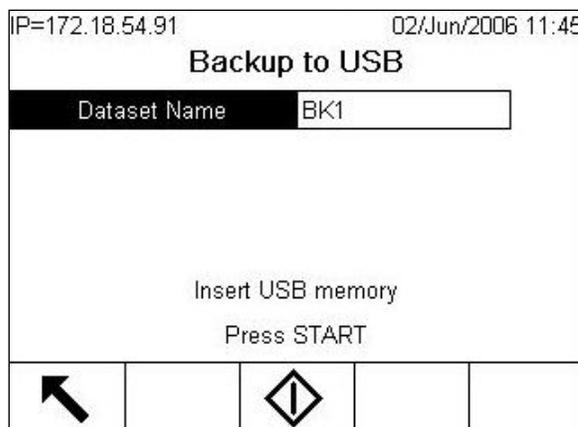

Figura 4-6: Backup su USB
2. Accedere a **Configurazione > Manutenzione > Esegui > Backup su USB**. Verrà visualizzata la schermata illustrata nella Figura 4-6.